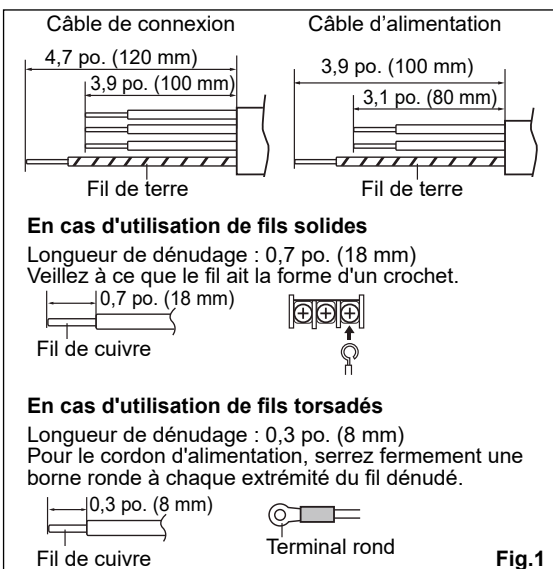

Fig.1
- (1) Dénudez les fils de cuivre. (Fig.1)
- (2) Retirez le cache-câble.